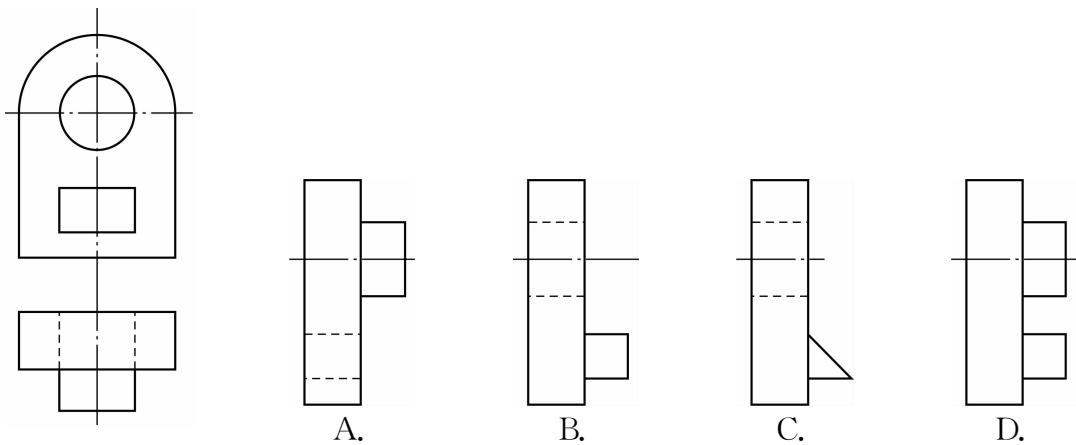

图 1-3-8
1. 如图1-3-8所示,已知组合体的主视图、俯视图,正确的左视图有( )。